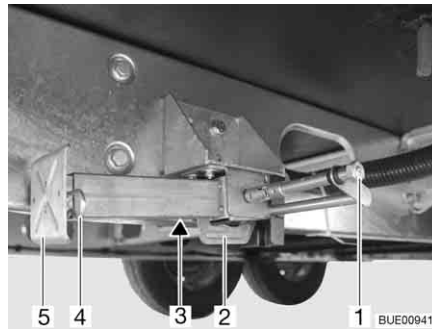

Fig. 50 Apoyo de elevación
- Colocar la llave de vaso en el hexágono (Fig. 50,1) y girarla hasta que el apoyo de elevación quede verticalmente hacia abajo.
- En caso de que la longitud del apoyo de elevación sea ajustable, extraer la clavija hendida (Fig. 50,4) de la prolongación del pie de apoyo (Fig. 50,5).
- Colocar la llave de vaso en el hexágono (Fig. 50,1) y girarla hasta que el apoyo de elevación esté de nuevo libre del suelo.
- Introducir totalmente la prolongación del pie de apoyo (Fig. 50,5) e introducir la clavija hendida (Fig. 50,4) en el orificio previsto para ello que hay en la prolongación del pie de apoyo.
- Girar el hexágono (Fig. 50,1) hasta que el apoyo de elevación se haya girado hacia arriba y la guía (Fig. 50,2) tenga contacto con el extremo de la ranura (Fig. 50,3).